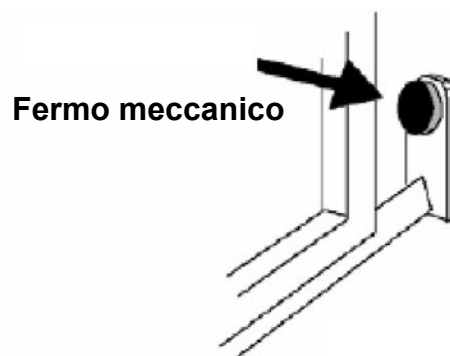

Fig. 2
- Prima di procedere al montaggio dell'automatismo, si verifichi che il cancello sia perfettamente funzionante, inoltre, è opportuno verificare che la guida di scorrimento a terra (**V. Fig. 1**) non presenti malformazioni, che sia perfettamente a livello e che sia presente il fermo meccanico in apertura (**V. Fig. 2**) al fine di evitare che il cancello esca fuori dalle guide superiori (**V. Fig. 3**)
Posizionare il motoriduttore e fissarlo con le viti e rondelle in dotazione **A** (**Fig.2**).